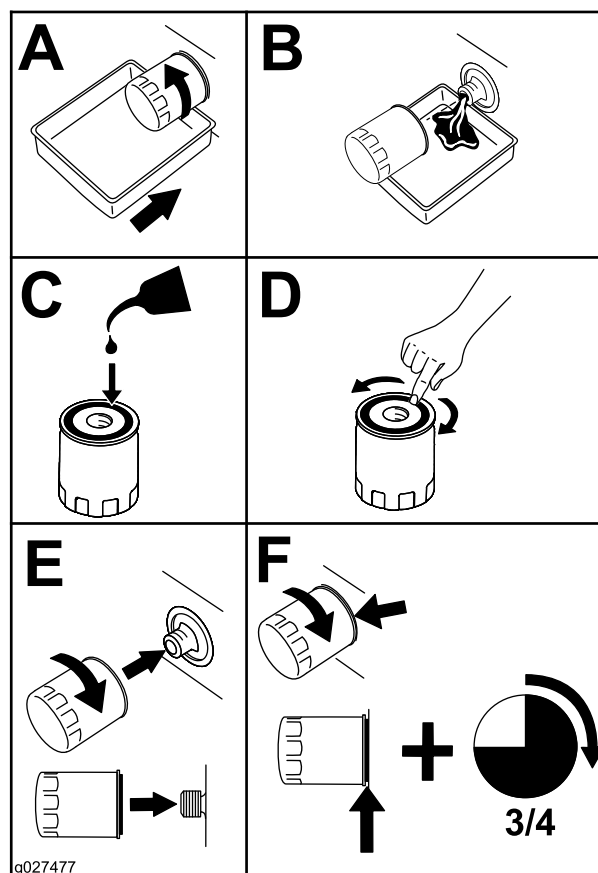

Figura 45
2. Sustituya el filtro de aceite del motor (Figura 45).